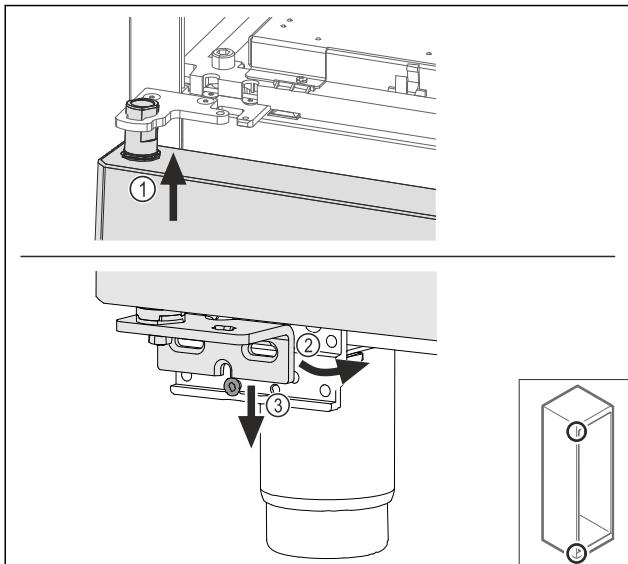

Fig. 56
- ▶ Introducir la puerta ligeramente inclinada en la parte superior Fig. 56 (1), alinear la puerta para que quede recta Fig. 56 (2) y colocarla en la parte inferior del tornillo de soporte de cojinetes Fig. 56 (3).